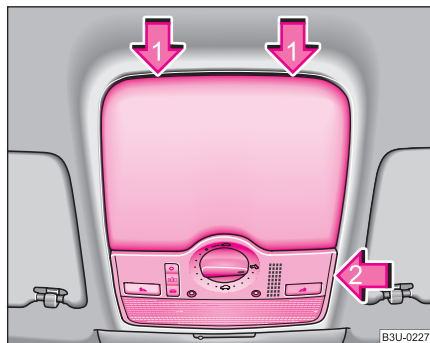

Fig. 203 Lampa interioară din față la autovehiculele cu trapă/plafon glisant electric
- Introduceți o șurubelniță mică în partea din spate a capacului care acoperă mecanismul de acționare a plafonului glisant - săgeata 1 ⇒ pagina 262, fig. 203.